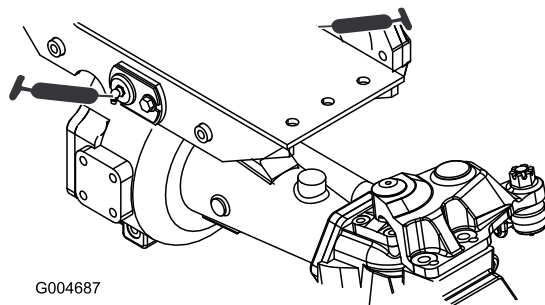

Figura 43
- Dois casquilhos da articulação do eixo traseiro e frontal (Figura 43)